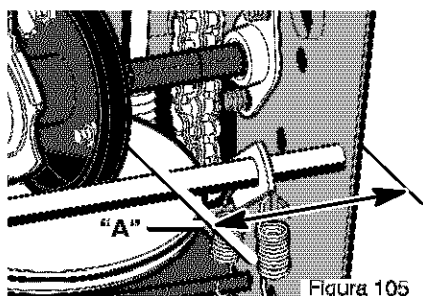

Figura 105
7. Fíjese en la posición de la **rueda de fricción** (consulte la Figura 105). La distancia correcta "A" desde el lado derecho de la **rueda de fricción** hasta la parte exterior de la caja del motor es la siguiente:
3. Mueva la **rueda de fricción** a la posición correcta (Figura 105).